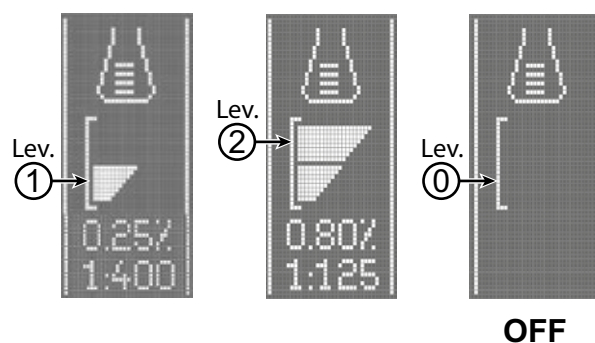

Abbildung 6
Die Mischanlage für Reinigungsmittel und Wischwasser wird automatisch eingeschaltet, wenn die Bürste in Betrieb ist. Der Prozentsatz des zum Wischwasser gemischten Reinigungsmittels wird auf Ebene 1 eingestellt (Abb. 6). Der Prozentsatz kann durch Drücken der Taste (46) auf Ebene 2 erhöht oder auf Ebene 0 auf Null gestellt werden. Die eingestellten Prozentsätze werden auf dem Display angezeigt (51-G).